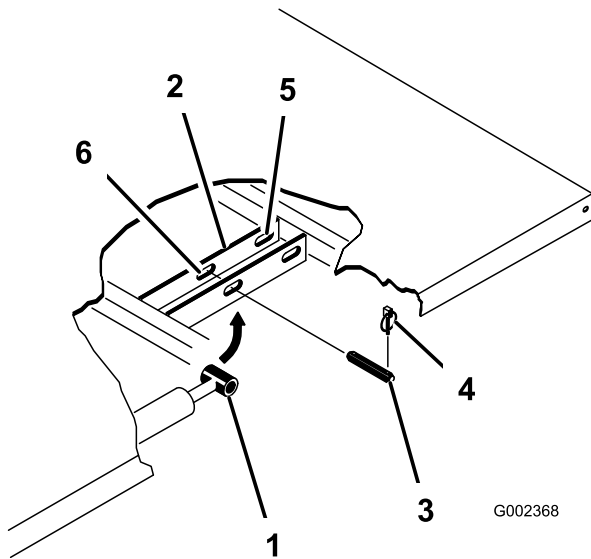

Bild 23
- Nehmen Sie die Klappstecker von den äußeren Enden der Lastösenbolzen der Zylinderstange (Bild 23) ab.
- Nehmen Sie die Lastösenbolzen ab, mit denen die Enden der Zylinderstange an den Befestigungsplatten der Ladepritsche befestigt sind. Drücken Sie die Bolzen hierfür nach innen (Bild 23).
- Nehmen Sie die Klapstecker und die Lastösenbolzen ab, mit denen die Schwenkhalterungen an den Rahmenkanälen befestigt sind (Bild 23).